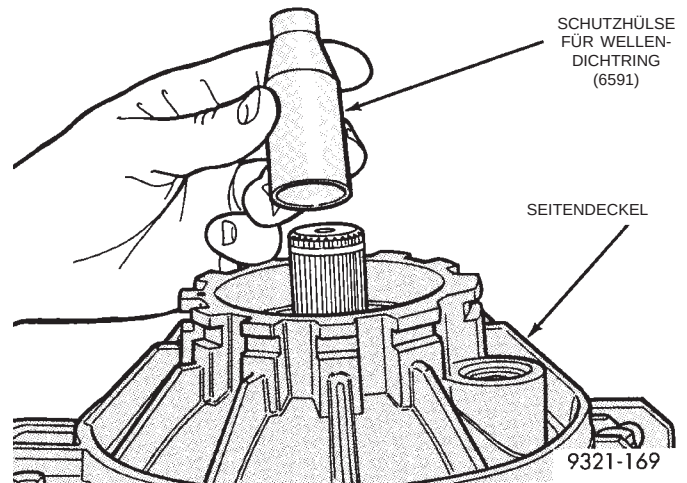

Abb. 318 Schutzhülse für Wellendichtring
(27) Schutzhülse für Wellendichtring (Spezialwerkzeug 6591) aufsetzen (Abb. 318). Schutzhülse dünn mit Getriebeöl bestreichen.